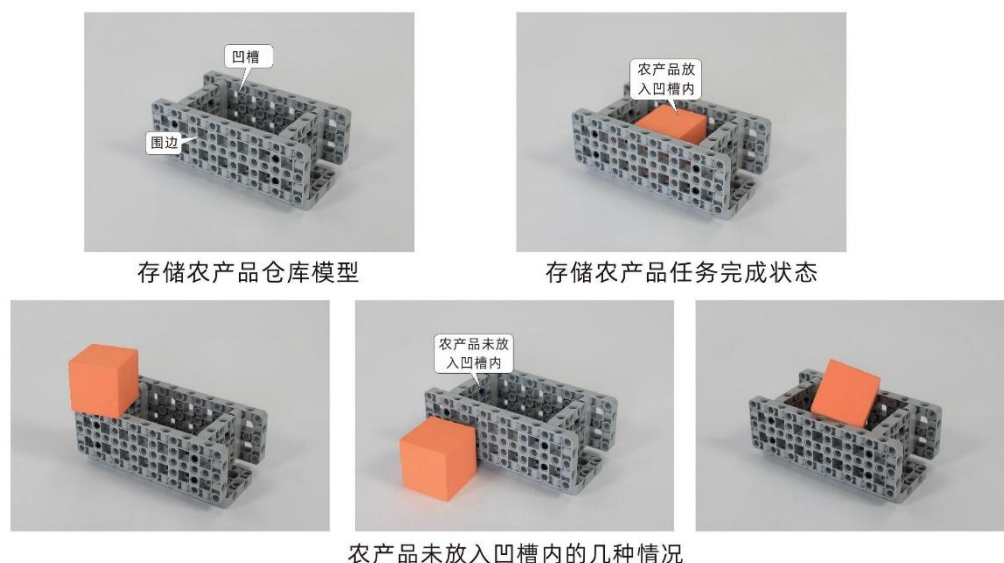

图 13 收获农产品任务使用的模型及完成状态
- a. 存储农产品模型放置在模型框 G 处，由一个四周围边的仓库组成，如图 13。
- c. 农产品放置在仓库凹槽内，记 150 分，农产品放置在仓库的围边外或围边上均不得分，如图 13 所示。